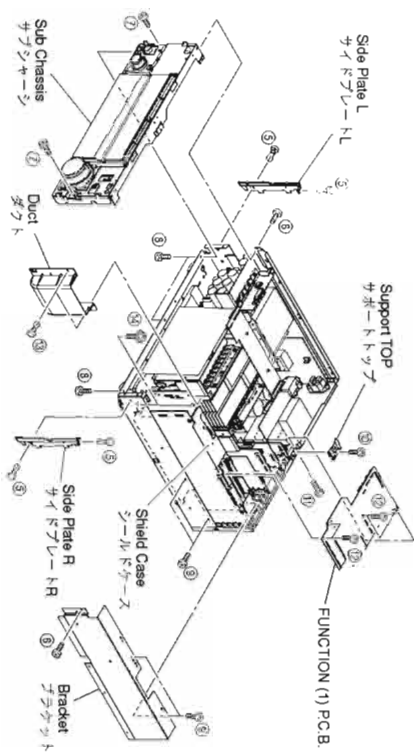

Fig. 2
- a. Remove 4 push rivets (⑤) and then remove the Side Plates L/R. (Fig. 2)
- b. Remove 2 screws (⑥), 2 screws (⑦) and 3 screws (⑧). (Fig. 2)
- d. Remove the Sub Chassis forward. (Fig. 2)
- a. ⑤のプッシュリベット4本を外し、サイドプレートL/Rを取り外します。(Fig. 2)
- b. ⑥のネジ2本、⑦のネジ2本、⑧のネジ3本を外します。(Fig. 2)
- d. サブシャーシを前方に取り外します。(Fig. 2)
- a. Remove 4 screws (⑨) and then remove the Bracket. (Fig. 2)
- b. Remove 1 screw (⑩) and then remove the Support Top. (Fig. 2)
- e. Remove the FUNCTION (1) P.C.B. which is connected directly to the lower P.C.B. with connectors. (Fig. 2)
- a. ⑨のネジ4本を外し、ブラケットを取り外します。(Fig. 2)
- b. ⑩のネジ1本を外し、サポートトップを外します。(Fig. 2)
- e. FUNCTION (1) P.C.B.を取り外します。(Fig. 2)
5. Removal of DSP, FUNCTION (2), INPUT (5), D-VIDEO, A-VIDEO (1), (2) P.C.B.s
- a. Remove 2 push rivets (13) and then remove the Duct. (Fig. 2)
- b. Remove 1 screw (16). (Fig. 2)
5. DSP, FUNCTION(2), INPUT(5), D-VIDEO, A-VIDEO(1), (2) P.C.B.の外し方
- a. ⑬のワッシャーと2本を外し、ダクトを取り外します。(Fig. 2)
- b. ⑯のネジ1本を外します。(Fig. 2)